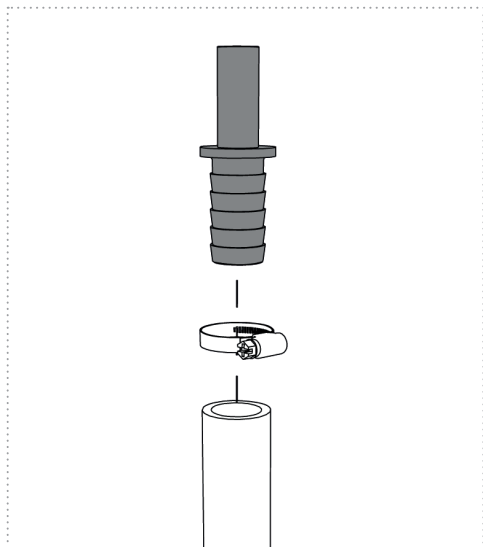

Figure 8
2. Enfilez le tuyau provenant de la pompe sur le « raccord à emboîtement » approprié fourni dans l'emballage et fixez-le avec un collier de serrage (figures 8 et 9a).
3. Enfilez le tuyau partant de l'unité UV sur le « raccord à emboîtement » approprié fourni dans l'emballage et fixez-le avec un collier de serrage (figures 8 et 9a).